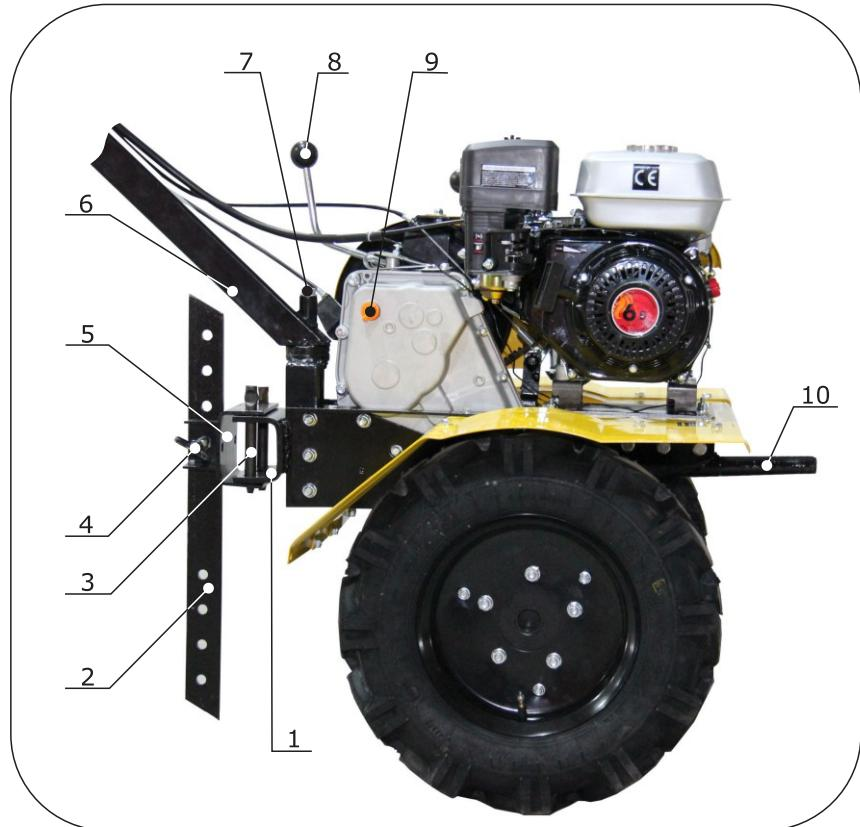

Рис.3 - Мотоблок. Вид справа.
- На правой половине корпуса редуктора имеется отверстие, закрытое пробкой 9, которое служит для заправки редуктора маслом (рис.3).
- На редукторе расположена рукоятка 8 (рис.3) переключения передач, которая имеет фиксированные положения для переключения передач и для отключения трансмиссии.